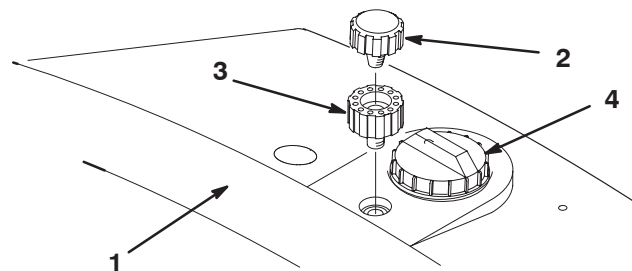

Figure 8
1. Retirez le chapeau de reniflard du réservoir hydraulique (Fig. 8).
2. Vissez le prolongement du reniflard dans le réservoir hydraulique (Fig. 8).
3. Vissez le chapeau de reniflard dans le prolongement du reniflard (Fig. 8).